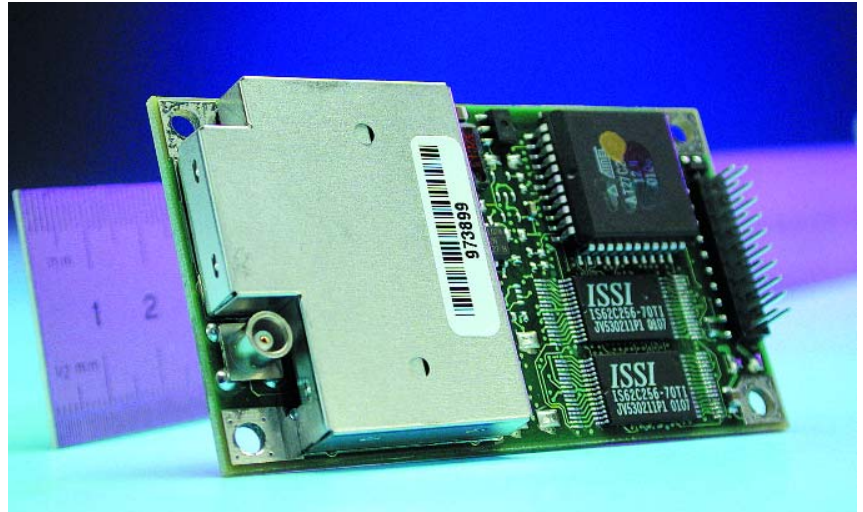

Figure 4. Exemple de module GPS.
La complexité du matériel et du progiciel requis par la partie interface de saisie joue, dans le prix de revient d'un récepteur GPS complet, un rôle qui est loin d'être négligeable. Cela est plus particulièrement vrai en cas d'utilisation d'un écran TFT couleur de bonne taille, mais les programmes de cartographie et les banques de données intégrées grèvent eux aussi le budget de réalisation. On découvre, dans la photo de la **figure 3**, l'exemple type d'un récepteur GPS haut de gamme. Si l'on se contente d'acheter un simple récepteur et que l'on utilise un PC pour sa commande, la facture s'en voit sensiblement diminuée. Ce module « *GPS inside only* » pourra prendre la forme d'un module tel que celui de la **figure 4** ou encore de ce que l'on appelle une souris GPS (**figure 5**), module qui possède une antenne intégrée. Il existe aussi, pour à peine plus cher, des récepteurs GPS de poing bas de gamme, tel que, par exemple, le petit appareil de Garmin représenté en **figure 6**, qui, s'il ne comporte qu'une interface d'accès simple, n'en possède pas moins une interface pour données.
- [4] Récepteur GPS (figures 4 et 5) : www.icc-unitronic.de